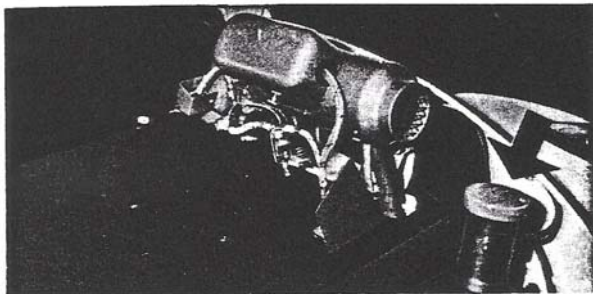

Bild 12
15. Auf den Deckel des Tankstutzens ist der mitgelieferte rote Hinweisdeckel mit der Aufschrift „Eberspächer Heizung abstellen“ aufzustecken (Pfeil Bild 12).